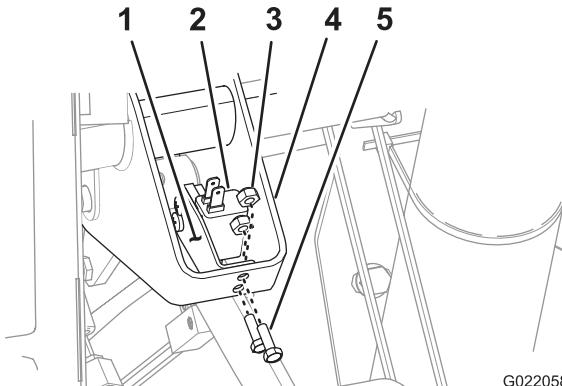

Figura 4
4. Alinee el soporte del interruptor y el interruptor con la lado delantero del soporte del pedal del embrague (Figura 4).
5. Alinee los taladros del soporte del interruptor con los taladros que perforó en el soporte (Figura 4).
6. Sujete el soporte del interruptor al soporte del pedal del embrague con los 2 pernos y 2 contratuerca (Figura 4).